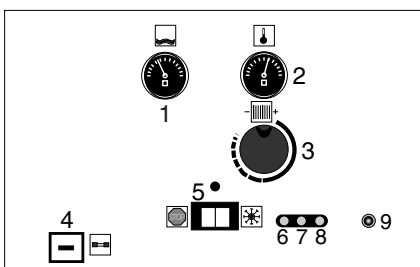

Fig. 1
LEGENDE (fig. 1 et 2)
1. Manomètre (fig. 1)
2. Thermomètre (fig. 1)
3. Bouton de réglage de la température départ chauffage (fig. 1)
4. Porte-fusibles (fig. 1)
5. Interrupteur «Marche-Arrêt» (fig. 1)
6. Voyant vert de mise sous tension (fig. 1)
7. Voyant orange de fonctionnement du brûleur (fig. 1)
8. Voyant rouge de mise en sécurité (fig. 1)
9. Bouton de réarmement (fig. 1)
Vérifiez que la pression dans le circuit de chauffage est suffisante : l'aiguille du manomètre (1) (fig. 1) doit se situer entre 1 et 2,5 bar .
- Placez l'interrupteur (5) (fig. 1) sur la position «Marche». Le voyant vert est allumé.
Attendre quelques minutes, appuyer sur le bouton de réarmement (9) (fig. 1) : le voyant rouge s'éteint, le cycle d'allumage recommence.
Réglez le thermostat (3) (fig. 1) de la chaudière en fonction de la température extérieure et de la température intérieure désirée. Pour augmenter le chauffage, tournez le bouton vers le signe +, pour baisser le chauffage, tournez vers le
- Placez l'interrupteur électrique (5) (fig. 1) en position STOP.
Votre installation de chauffage ne peut fonctionner correctement que si la pression d'eau dans le circuit de chauffage est suffisante ; l'aiguille du manomètre (1) (fig.1) doit se situer entre 1 et 2,5 bar. Au-dessous de 1 bar, rétablissez la pression du circuit :
1. Placez l'interrupteur électrique (5) (fig. 1) sur la position STOP.
3. Refermez le robinet lorsque l'aiguille du manomètre (1) a atteint environ 1,5 bar,
4. Remplacez l'interrupteur électrique (5) sur sa position initiale.
1. Placez l'interrupteur électrique (5) (fig. 1) en position STOP.
3. Dévissez la vis de purge (10) ; à l'apparition du premier filet d'eau, revissez.
4. Ouvrez le robinet de remplissage de l'installation ; lorsque l'aiguille du manomètre (1) a atteint 1,5 bar, refermez le robinet.
5. Remplacez l'interrupteur électrique (5) (fig. 1) sur sa position initiale.